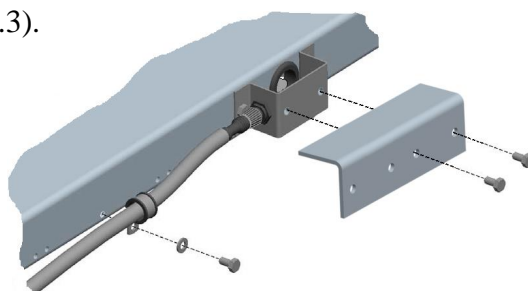

Рисунок 3.3 – Модуль взвешивающий 4D-LM. Фиксация кабеля и установка кронштейна
- 3.3.7 Закрепите кабель к модулю с помощью хомута, плотно затянув винт М6х10 (см. рис. 3.3).
- 3.3.8 Привинтите кронштейн к защитной скобе винтом М6х10 (2 шт.) для защиты разъема от механических ударов (см. рис. 3.3).